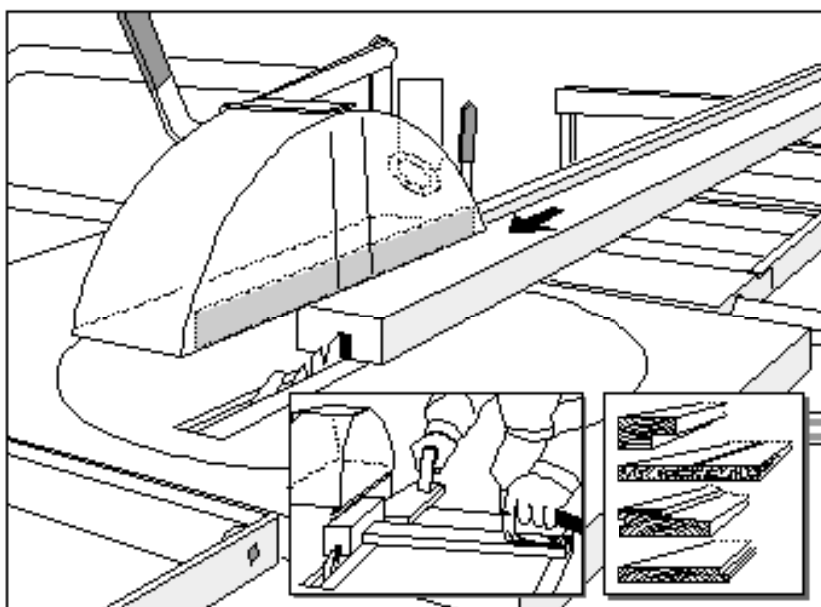

Fig. 10
- Justera anhållet (bredden) och upprepa operationen till dess att spåret har rätt bredd. Se *fig. 10*.